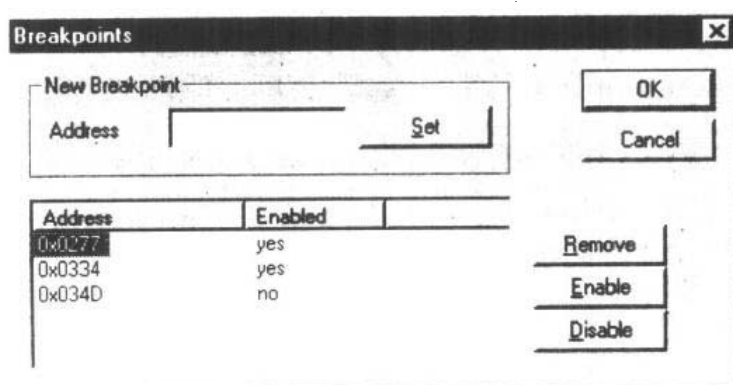

图 7.14
(1) 触发断点 Toggle break point 命令触发光标处指令的断点状态。注意,这个功能仅当源视图是活动视图时有效。
(2) 清除所有的断点 这个功能清除所有定义的断点,包括已经被忽略的断点。
(3) 查看列表 当 Show list 被选择,图 7.14 所示的对话框就会出现。